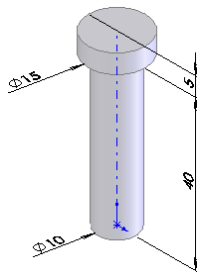
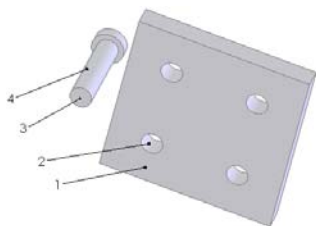

图 7-51 圆柱零件尺寸图示
图 7-52 插入零件后的装配体
**03** 插入“圆柱”文件。在菜单栏中选择“插入”→“零部件”→“现有零件/装配体”命令，插入已绘制的名为“圆柱”文件，“圆柱”零件的尺寸如图 7-51 所示。调节视图中各零件的方向，结果如图 7-52 所示。
**05** 设置属性管理器。此时系统弹出“配合”属性管理器，将图 7-52 所示中的平面 1 和平面 3 添加为“重合”配合关系；将圆柱面 2 和圆柱面 4 添加为“同轴心”配合关系，注意配合的方向。